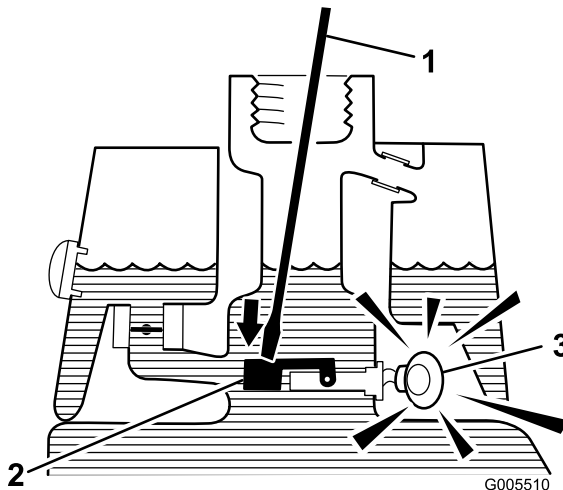

图31
3. 将干净的支杆或螺丝刀插入油箱颈，然后轻轻地向下推至浮动开关上（图31）。警报应在一秒钟的延迟后响起。